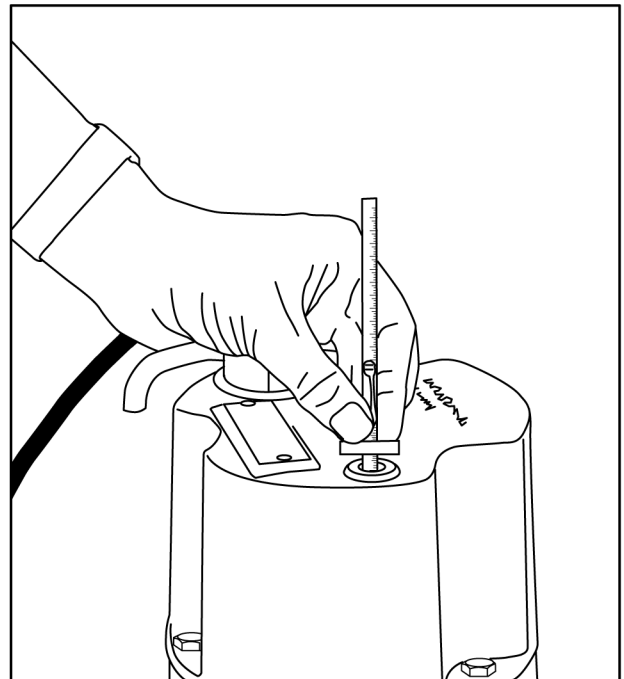

FIG. 13
6. Vuelva a llenar el motor con aceite de motor sumergible Myers, **NO LO RECARGUE DEMASIADO. EL NIVEL DEL ACEITE DEBE ESTAR A UNA PULGADA DE LA PARTE SUPERIOR DE LA PIEZA FUNDIDA.** Fig. 13